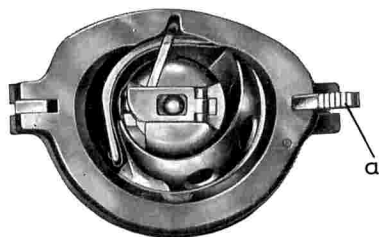

Abb. 50: Greiferbahn
3. Die Greiferbahn (Abb. 50 und 52) – dafür das Oberteil der Maschine nach hinten kippen und die Nadelstange auf den höchsten Stand bringen. Den in Abb. 50 mit *a* bezeichneten Hebel nach rechts drücken, wodurch der Greiferbahnring aufspringt. Durch Ziehen am Zapfen des Greifers läßt sich dieser leicht herausnehmen. Greiferbahn, Greiferbahnring und Greifer können nun mit einem weichen Lappen und einem Pinsel gereinigt werden. Zum Entfernen von Schmutzteilen aus dem Einstich hinter der Greiferbahn eignet sich am besten ein angespitztes Holzstäbchen. Die **Greiferbahn wird nicht geölt**, sondern von Zeit zu Zeit mit Petroleum eingerieben.